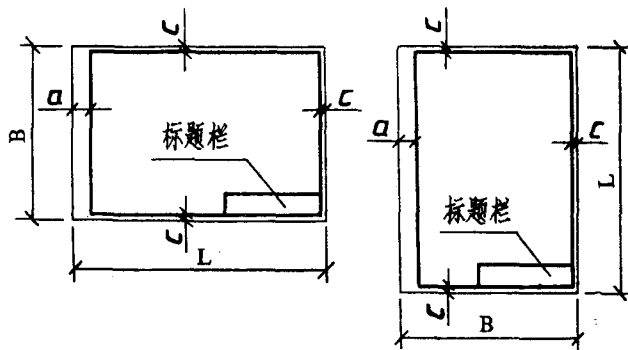

图 1
3.2 图框格式见图 1。图框线用粗实线绘制。
3.5 标题栏位置在图框线右下角，见图1。标题栏外框线用粗实线，中间分格用细实线。